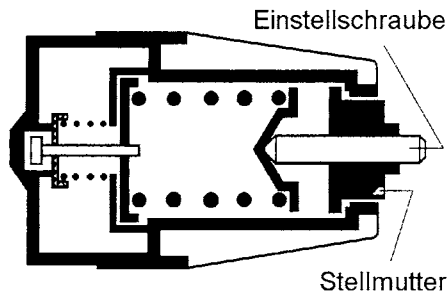

Abb. 3
Hinweis: Bei Nichterreichen des Abschaltdruckes  $p_2$  ist der Druck an der Einstellschraube zu korrigieren, dabei ist die Stellmutter mit einem Maul-Ringschlüssel gegen ein Verdrehen zu sichern (siehe Abb. 3).
3.4.1. Den Anschluß 1 der Abwandlung entsprechend bis 2 bar über den Abschaltdruck  $p_2$  aus der Tabelle belüften. Den Absperrhahn 7 öffnen. Bei einem der Abwandlung entsprechenden Abschaltdruck  $p_2$  am Manometer 7 muß an der Entlüftung Luft austreten. Nach einem der Abwandlung entsprechenden Druckabfall (Schaltspanne  $p_3$  aus der Tabelle) endet der Luftaustritt an der Entlüftung. Wird die Schaltspanne  $p_3$  nicht erreicht, so ist sie mit der Stellschraube zu korrigieren (siehe Abb. 3). Diesen Prüfpunkt mehrmals wiederholen. Den Anschluß 1 entlüften und den Absperrhahn 7 schließen.